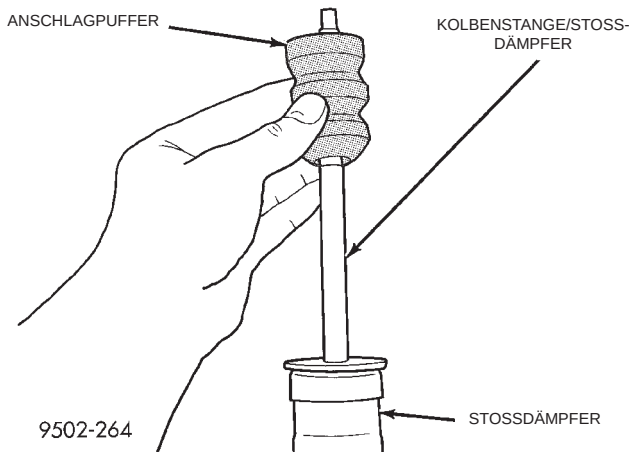

Abb. 97 Anschlagpuffer einbauen
(3) Anschlagpuffer mit dem konischen Ende nach unten auf die Kolbenstange/Stoßdämpfer montieren (Abb. 97).